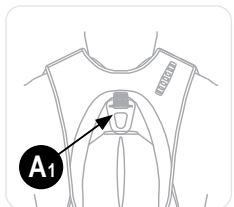

Figure 10
- Connectez le mousqueton de la longe avec absorbeur d'énergie au point d'attache antichute marqué **A1** (voir Figure 10). **A1** est le seul point d'attache qui fonctionne avec la fonction de sauvetage du Latchways PRD descender device.